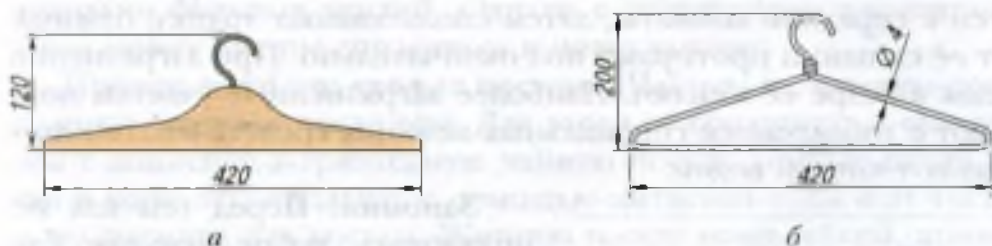

Рис. 168. Вешалка для одежды: а — из древесины лиственных пород; б — из проволоки
**1.** Вешалка из древесины (см. рис. 168, а): выпилить заготовку, прострогать, зачистить; изготовить крючок, соединить на клею, покрыть изделие лаком.
**2.** Вешалка из проволоки (см. рис. 168, б): согнуть заготовку, зачистить, окрасить светлой эмалью.